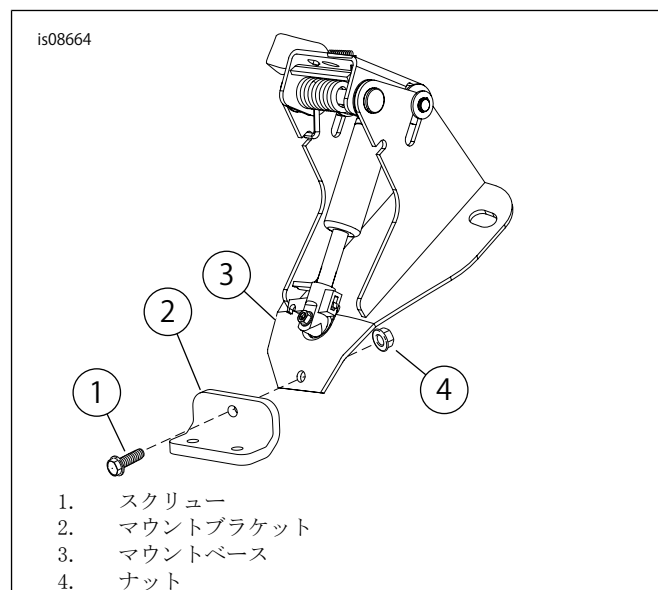

図5。ブラケットの取り付け
3. 「図5」を参照。マウントブラケット(2)をマウントベース(3)に取り付けます。